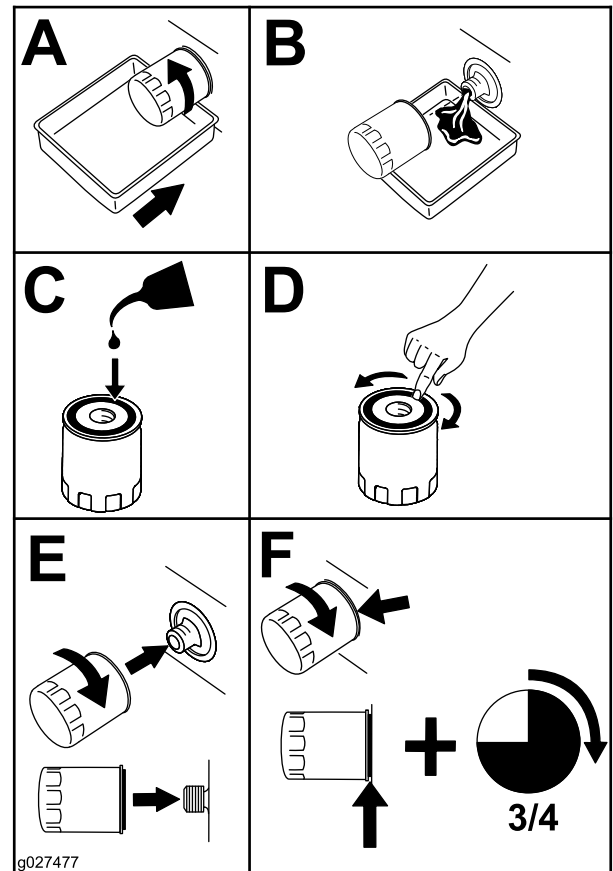

Figura 49
- Cambiate il filtro dell'olio del motore (Figura 49).